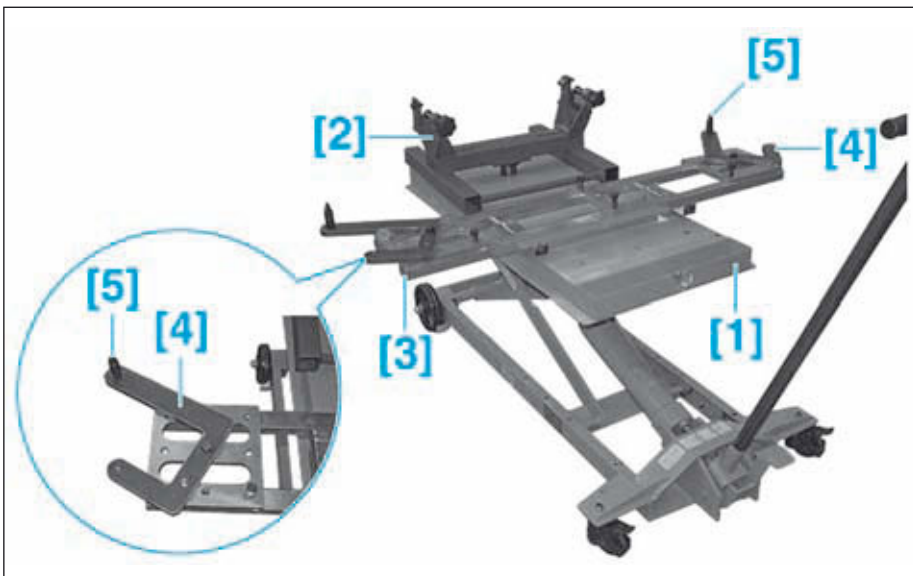

FIG.67
- Assembler les outils [1], [2], [3], [4] et [5] (Fig.67).